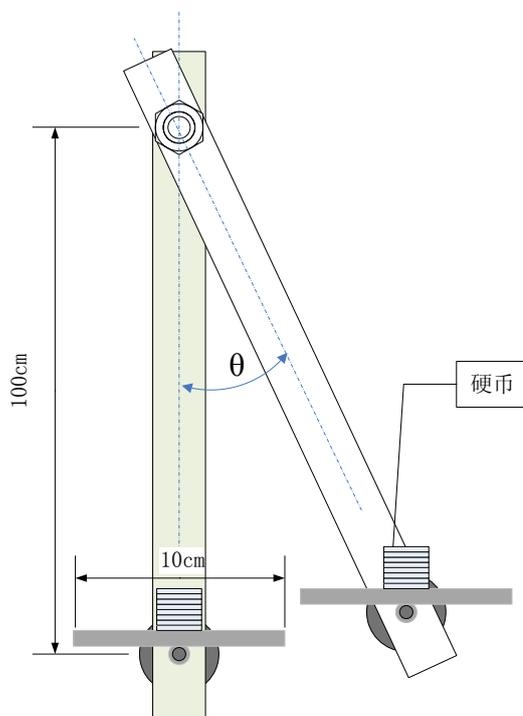

图 2
摆杆的一端通过转轴固定在一支架上，另一端固定安装一台电机，平板固定在电机转轴上；当摆杆如图 2 摆动时，驱动电机可以控制平板转动。
- (1) 控制电机使平板可以随着摆杆的摆动而旋转（3~5周），摆杆摆一个周期，平板旋转一周（ 360° ），偏差绝对值不大于 45° 。
- (2) 在平板上粘贴一张画有一组间距为 1cm 平行线的打印纸。用手推动摆杆至一个角度 θ （ θ 在 $30^\circ \sim 45^\circ$ 间），调整平板角度，在平板中心稳定放置一枚 1 元硬币（人民币）；启动后放开摆杆让其自由摆动。在摆杆摆动过程中，要求控制平板状态，使硬币在 5 个摆动周期中不从平板上滑落，并尽量少滑离平板的中心位置。
- (3) 用手推动摆杆至一个角度 θ （ θ 在 $45^\circ \sim 60^\circ$ 间），调整平板角度，在平板中心稳定叠放 8 枚 1 元硬币，见图 2；启动后放开摆杆让其自由摆动。在摆杆摆动过程中，要求控制平板状态使硬币在摆杆的 5 个摆动周期中不从平板上滑落，并保持叠放状态。根据平板上非保持叠放状态及滑落的硬币数计算成绩。